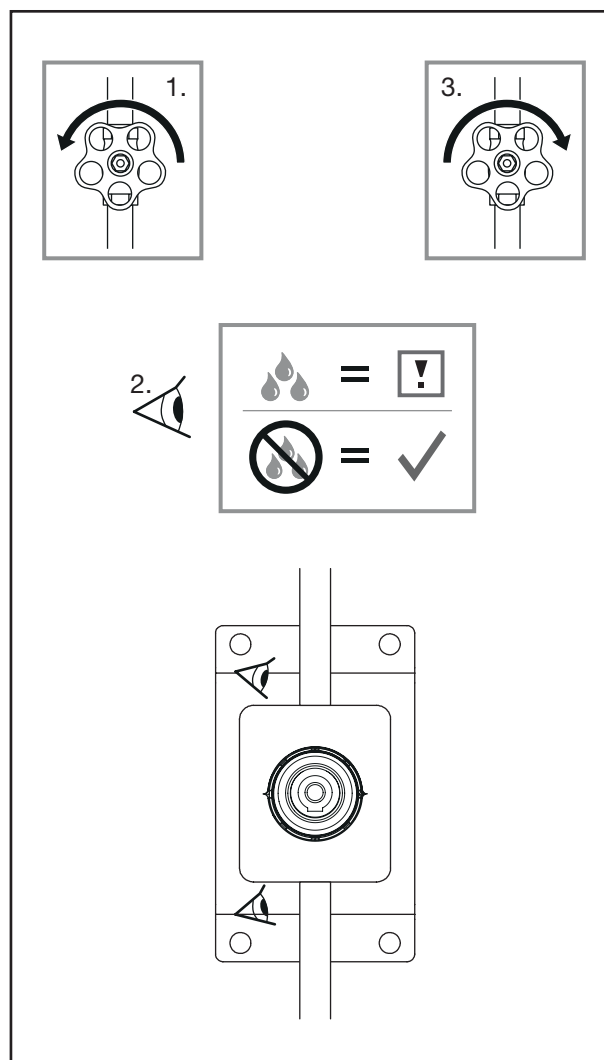

Fig. 8: Täthetsprovning
2. Kontrollera att produktens samtliga anslutningar är täta (fig. 8).